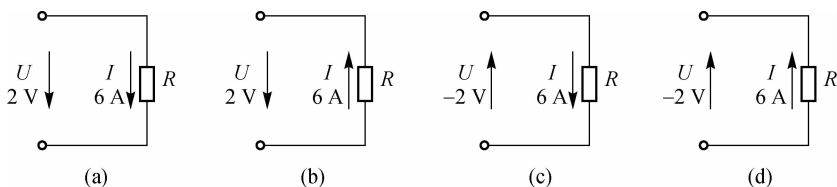

图 1-19 【例 1-5】图
**【例 1-5】** 如图 1-19 所示,试判断  $U$ 、 $I$  是否为关联参考方向。
**解** 图 1-19(a)、图 1-19(c)为关联参考方向;图 1-19(b)、图 1-19(d)为非关联参考方向。